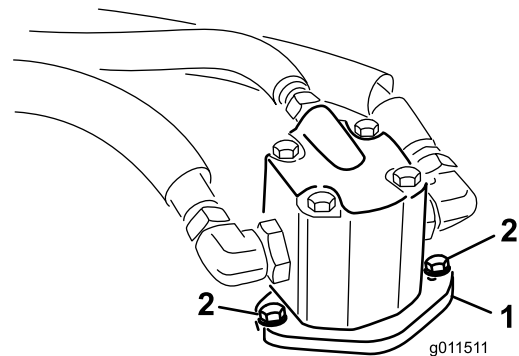

Figura 70
4. Retire los pernos que sujetan el motor hidráulico a la unidad de corte (Figura 70). Retire el motor de la unidad de corte y póngalo encima de la unidad de corte.